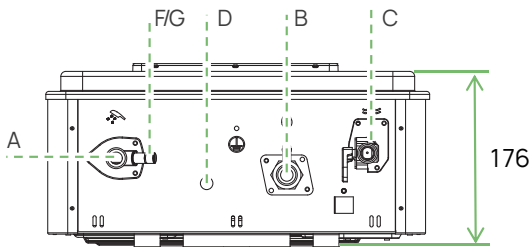

Fig. 5
La entrada de agua fría está ubicada a la derecha del calentador ( Ver fig. 5). Use sólo tuberías de cobre o flexibles certificados para la instalación de las líneas de agua de al menos ½" de diámetro.
Mirando al calentador de frente, la salida de agua caliente está a su izquierda. ( Ver fig. 5, conexión 1) Use sólo tuberías de cobre o flexibles certificados para la instalación de las líneas de agua de al menos ½" de diámetro.
2. Conecte el control remoto al aparato en el terminal D (ver Fig. 5, ítem D).